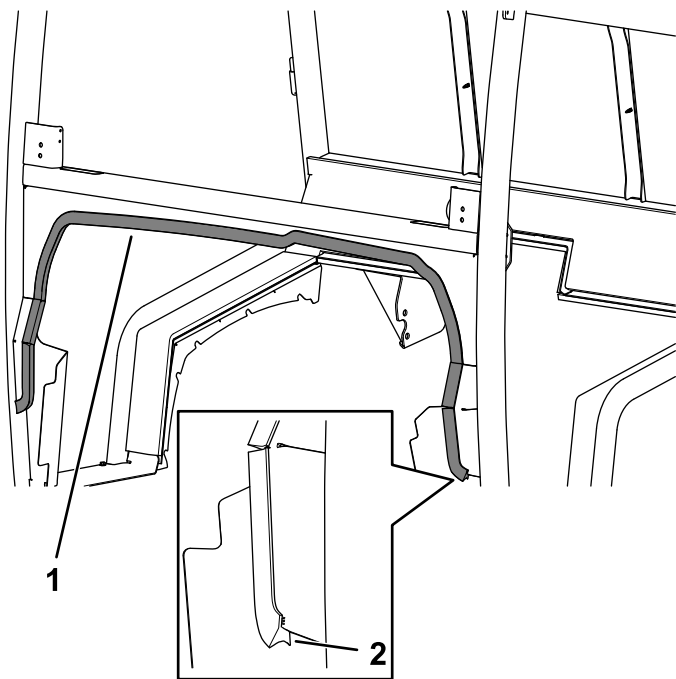

Figura 30
4. Montai garnitura inferioară a planei la cabină (Figura 30).
Avei grijă să montai garnitura cu buza mai lungă în faă (Figura 30).